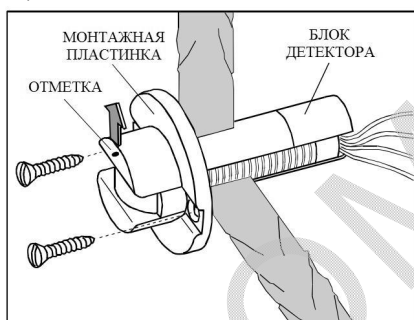

Рисунок 4 - Установка модели SPY 3
- Установите на горизонтальную линию отверстия для винтов на монтажной пластинке и убедитесь, что отметка на передней части блока детектора находится сверху (Рисунок 4).
- Держа блок детектора за монтажную пластинку, вставьте его, начиная с задней части, с отметкой на передней части сверху, в отверстие (Рисунок 4).